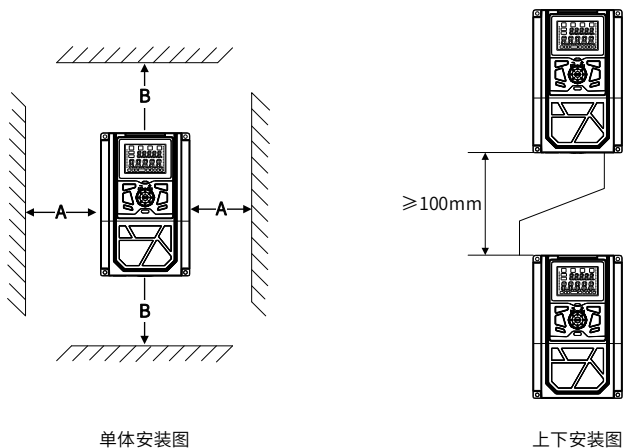

图 3-1 安装示意图
1) 请垂直安装变频器，便于热量向上散发。但不能倒置。若柜内有较多变频器时，最好是并排安装。在需要上下安装の場合，请参考图 3-1 的示意，安装隔热导流板。
2) 安装空间遵照图 3-1 所示，保证变频器的散热空间。但布置时请考虑柜内其它器件的散热情况。